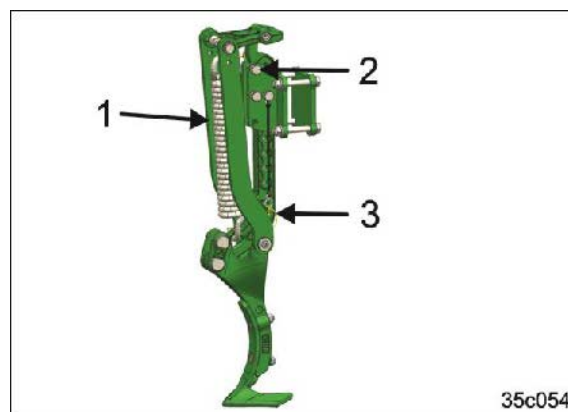

Fig. 121
8. Sæt sporløsneren ind i holderen med det indstøbte håndtag (Fig. 121/1)
9. Sæt alle stikbolte i (Fig. 121/2).
10. Sørg for at sikre stikboltene med en ringsplit (Fig. 121/3).